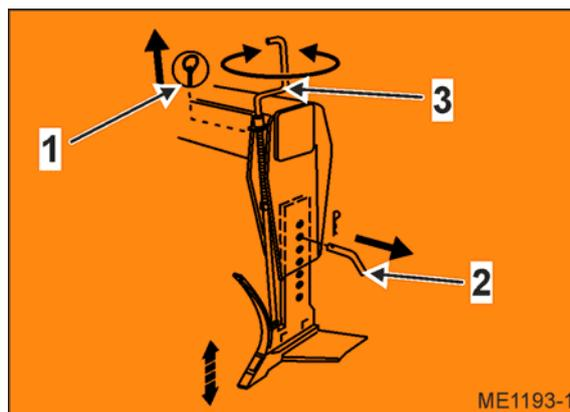

図 28
3. リンチピン (図 28/1) を外します。
4. ピン (図 28/2) を引き出します。ピンを R ピンで固定します。
5. ハンドル (図 28/3) を回すことにより、コールタの希望する耕深を設定します。